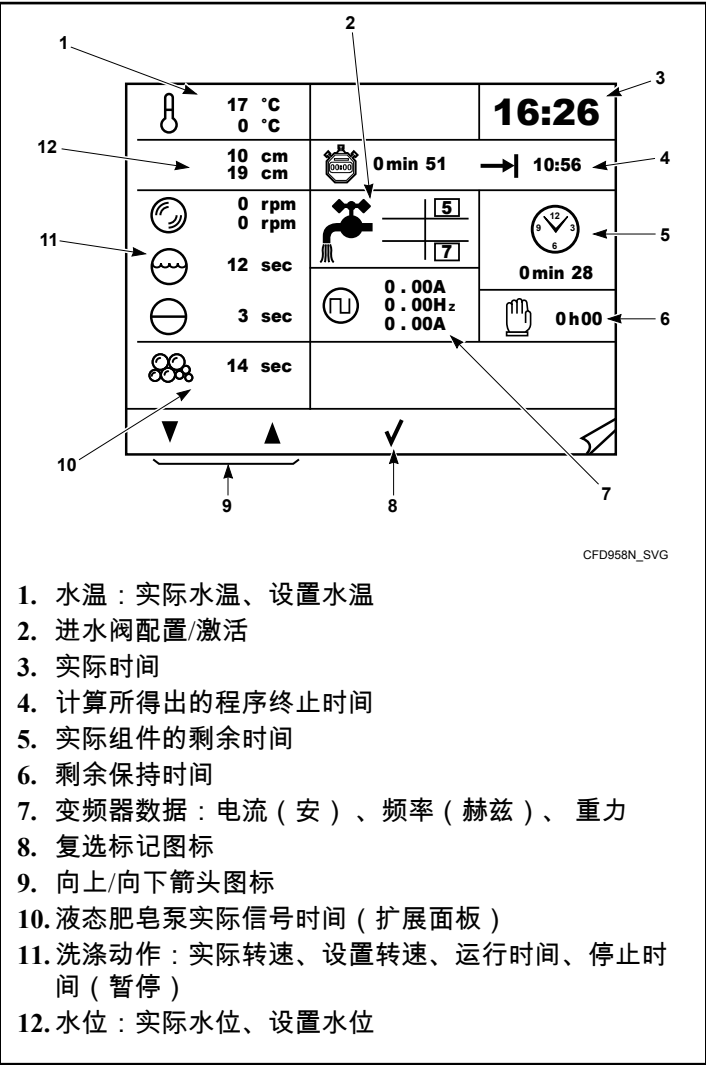

图 44
- a. 选择所需周期设置，请按下向上/向下箭头图标下方按钮。参见图 44。
- b. 按下复选标记图标下方按钮。参见图 44。周期设置将高亮显示。
- c. 调节周期设置，请按下向上/向下箭头图标下方按钮。参见图 44。
- d. 按下复选标记图标下方按钮，确认对周期设置所作调节。参见图 44。